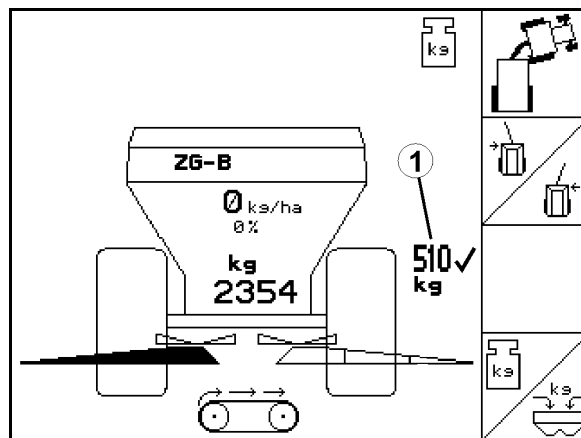

Рис. 35
- В рабочем меню отображается внесённое количество (Рис. 35/1).